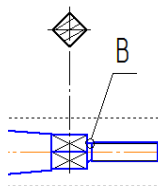

Рис. 43
23.7 Указать область и вывести обозначение на чертеже как показано на рис. 43